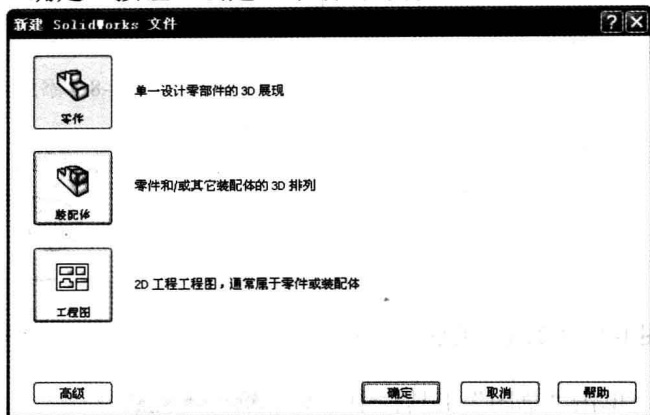

图 1-3 “新建 SolidWorks 文件”对话框
Step2 创建图形文件。单击菜单栏中的“文件”→“新建”命令，或者单击“标准”工具栏中的“新建”按钮，弹出如图 1-3 所示的“新建 SolidWorks 文件”对话框；单击“零件”按钮，然后单击“确定”按钮，创建一个新的零件文件。